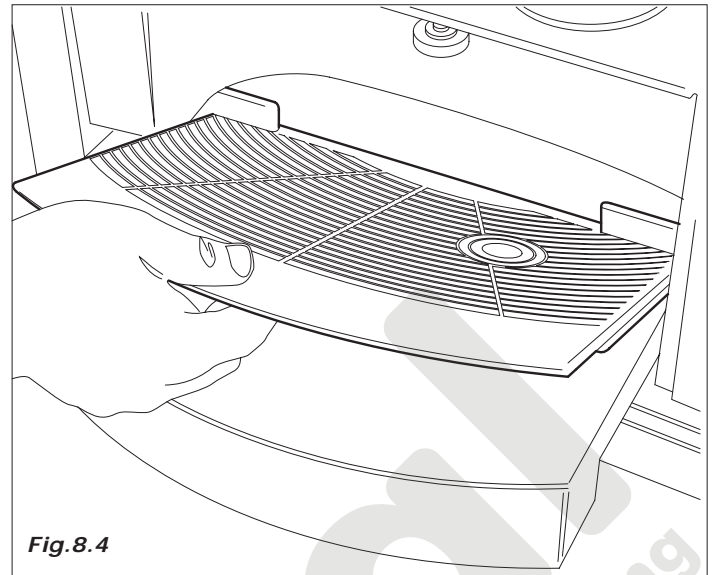

Fig.8.4
- ventana y soporte de dispensación del producto (Fig.8.4)